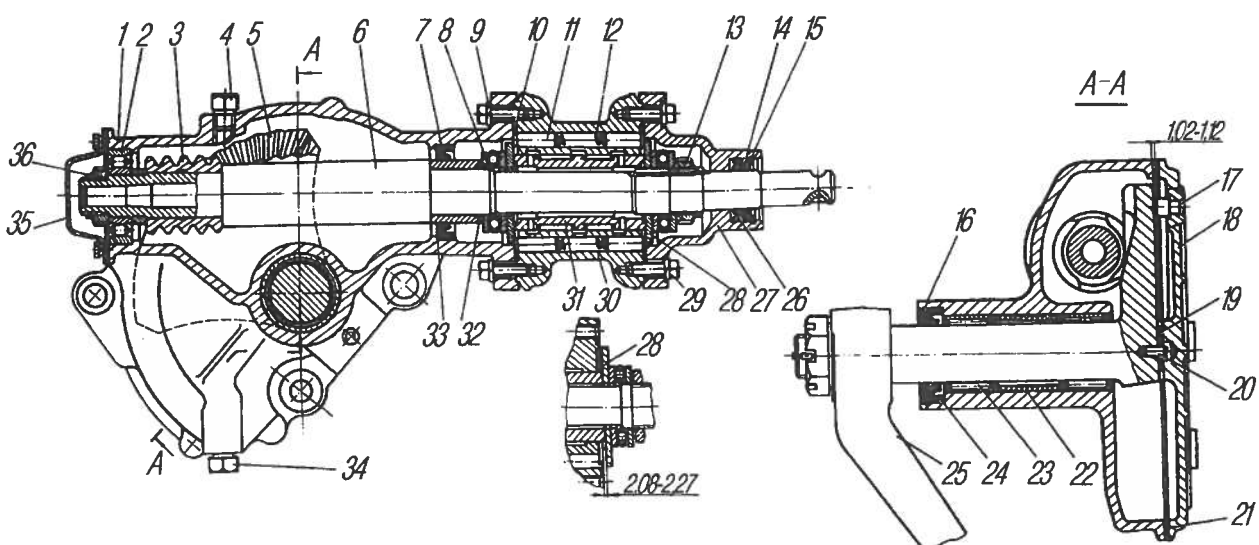

Рис. 55. Механизм рулевой (червяк-боковой сектор):
Рулевой механизм с клапаном управления усилительным механизмом состоит из червяка 3 (рис. 55) и червячного сектора 5 со спиральными зубьями. Сошка 25 рулевого управления соединена с валом сектора коническим шлицевым соединением. Сектор упирается в боковую крышку 18 картера через регулировочные шайбы 19.
**Регулировка зацепления рулевого механизма** (см.рис. 55) должна производиться после полной сборки клапана управления усилительным механизмом. При правильно собранном клапане управления зазор между торцом корпуса клапана и торцом подвижного кольца плунжеров должен быть 2,08–2,27 мм. При проверке этого зазора щупом сектор ввести в зацепление с червяком и создать момент на валу червяка 17–19 Н.м (1,7–1,9 кгс.м).